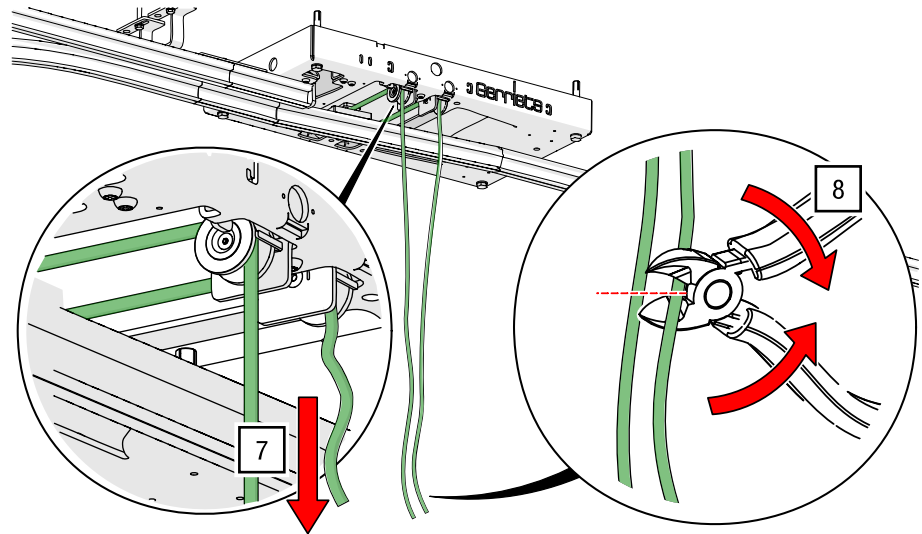

Abb. 136: Fingerweiche – Seil nach unten führen und abschneiden
7. Führen Sie das Seil durch die Ableitrolle nach unten (siehe Abb. 136).
8. Schneiden Sie die Enden auf bequemer Arbeitshöhe (ca. 1,1 m) mit einem Seitenschneider ab und veröden Sie diese (siehe Abb. 136).